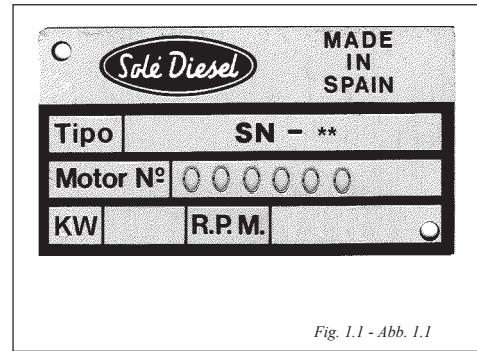

Fig. 1.1 - Abb. 1.1
-Placa colocada en el motor, indica los datos de identificación (véase Fig. 1.1)
-Engine nameplate showing identification data (see Fig. 1.1)
-Plaque située sur le moteur, portant les caractéristiques d'identification (voir Fig. 1.1)
- Targhetta posta sul motore, recante i dati di identificazione (vedi Fig. 1.1)